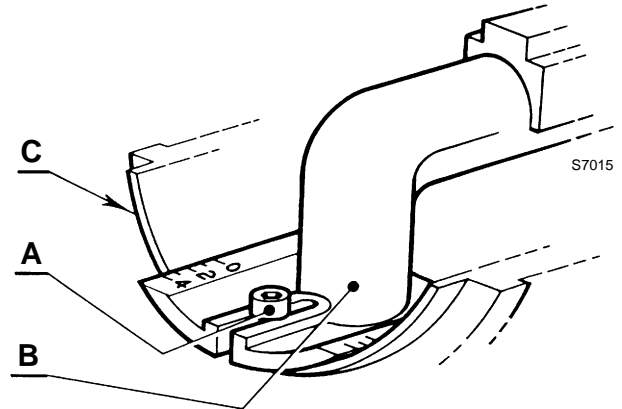

Fig. 12
- los de schroef A)(Fig. 12), en verplaats het kniestuk B) zodanig dat het achtervlak van de mof C) overeenkomt met het gewenste merkteken;